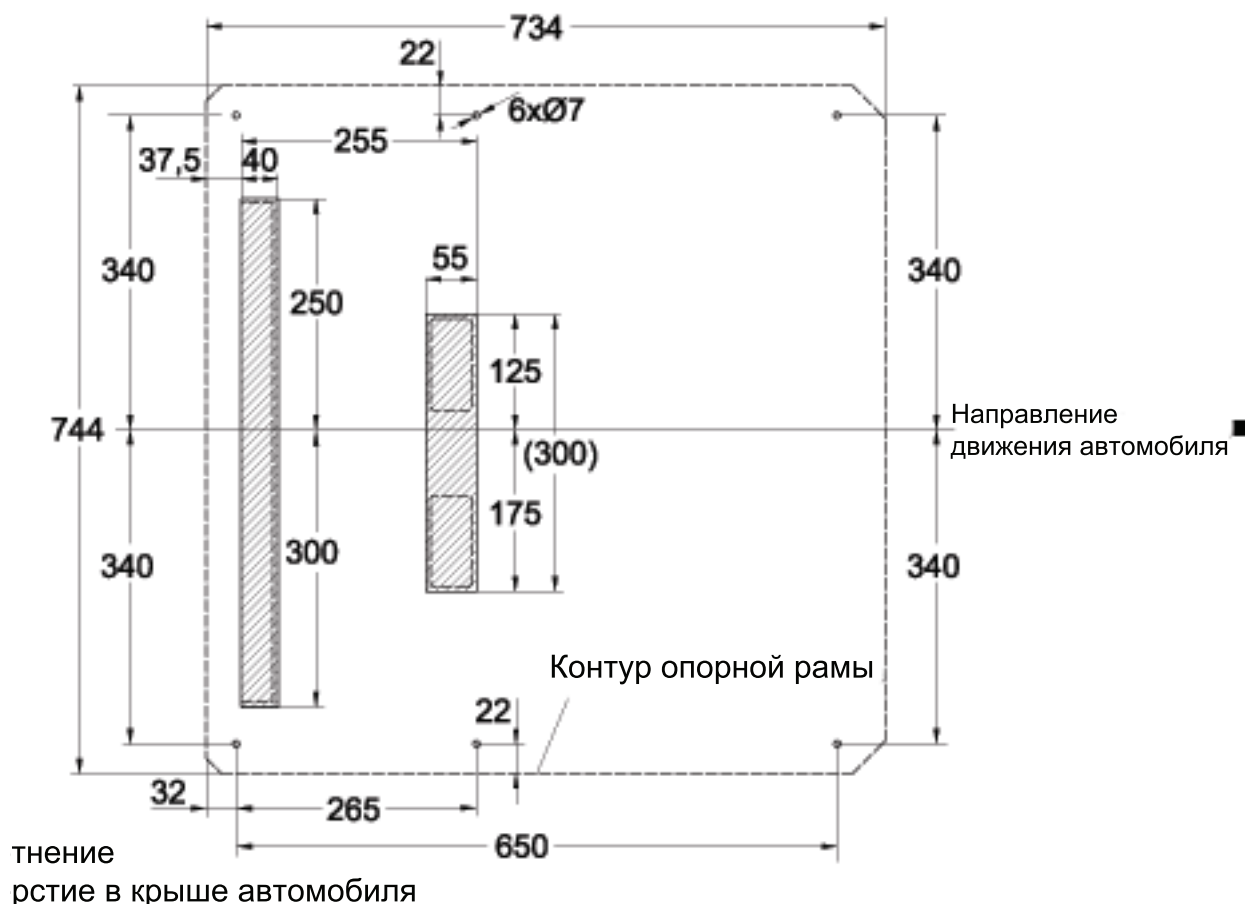

Рис. 4.1
- На Рис. 4.1 представлены монтажные размеры и рисунок отверстий наружного блока кондиционера. Отверстия для всасывания и удаления воздуха предусмотрены в воздухораспределительной панели со смещением осей отверстий.
- Проемы для канала (заштрихованные участки на Рис. 4.1) разметить на крыше и вырезать.